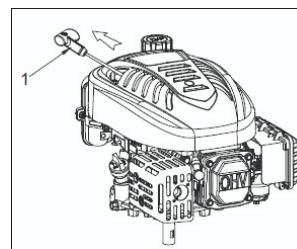

Abb. 3
**⚠️ WARNUNG:** Lassen Sie den Starter-Griff (1) nicht zurück gegen den Motor springen. Führen Sie den Griff langsam zurück, um Schäden am Anlasser zu vermeiden (Abb. 3).